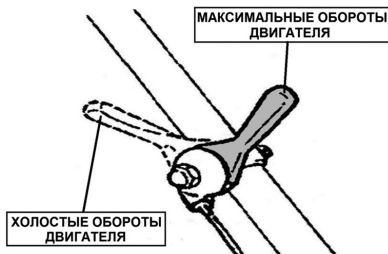

Рис. 14 Рычаг газа PC5431F
2. Рычаг газа установите в среднее положение (Рис. 14).